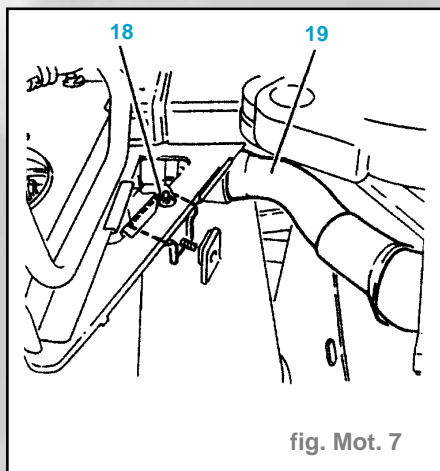

fig. Mot. 7
- Déposer : (fig. Mot. 7).
- la fixation (18),
- la durit (19),